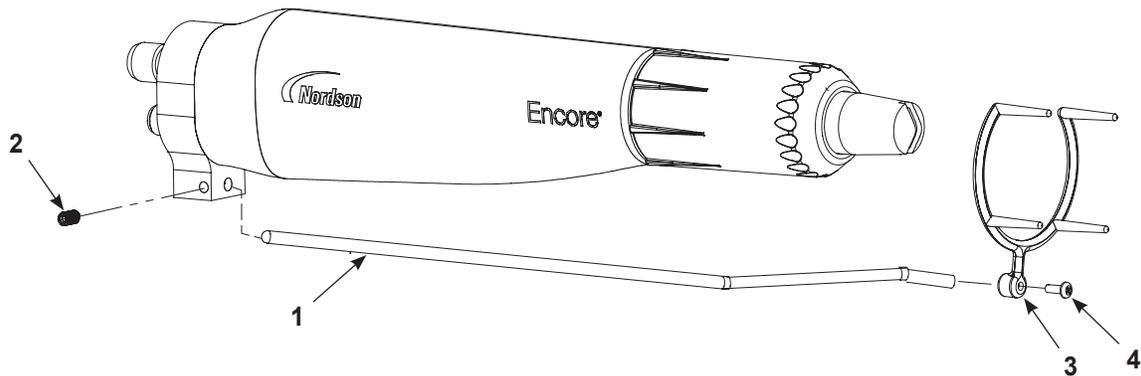

Abbildung 3-4 Ionensammlerinstallation – Sprühhapplikator für Stangenmontage (zur besseren Übersichtlichkeit sind einige Teile nicht abgebildet)
1. Siehe Abbildung 3-4. Den Sammelstab (1) in die Erdungsplatte einstecken und mit dem M5x8-Gewindestift (2) aus dem Ionensammlerkit befestigen.
2. Die Mehrfachspitze (3) mit der M3x8-Schraube (4) am Sammelstab befestigen.